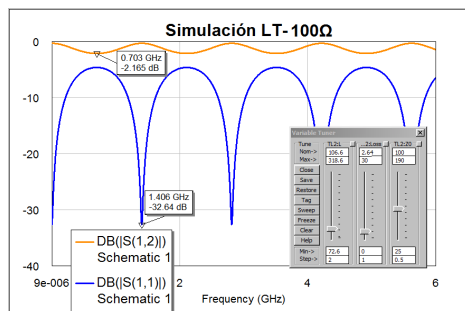

Figura 5: Simulación de Líneas de Transmisión en AWR.
5. Grafique la respuesta de los parámetros S de la línea simulada tal como se muestra en la figura 5.